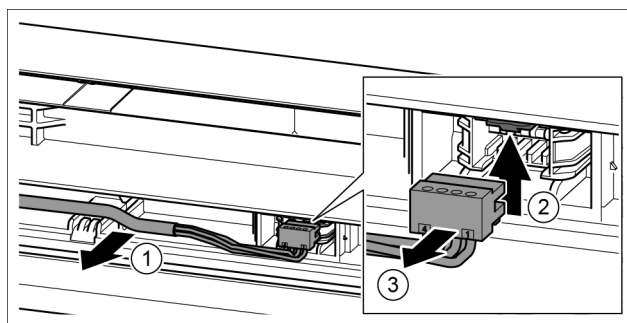

Fig. 19
- Suelte cuidadosamente el cable gris de la guía en la puerta. Fig. 19 (1)
- Presione la lengüeta hacia arriba. Fig. 19 (2)
- Extraiga cuidadosamente el conector. Fig. 19 (3)